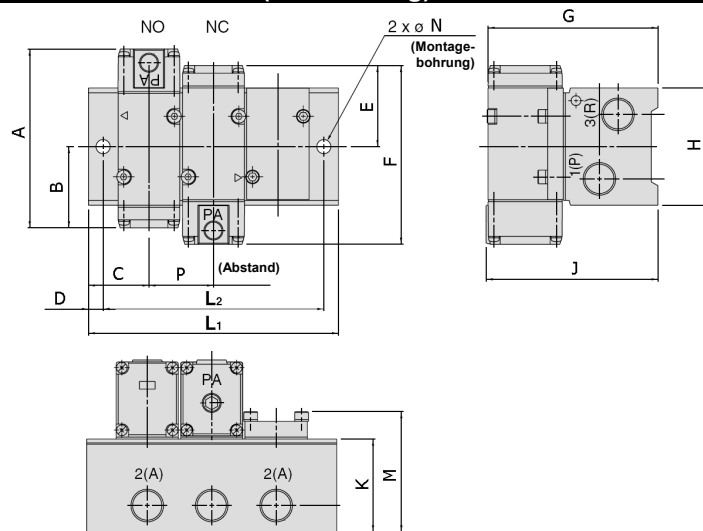
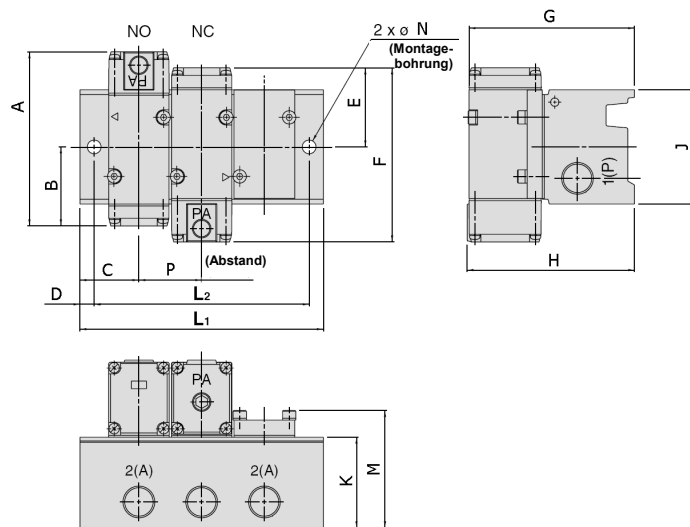

Abb. 6
Abb. 8
- Siehe Abb. 6 und Abb. 8 für Montagebohrungen.